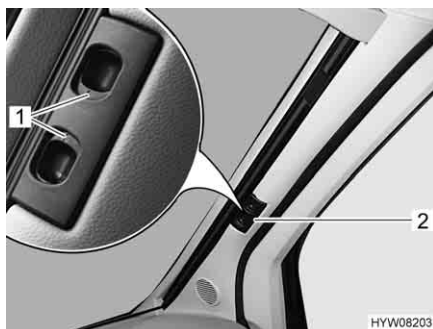

Fig. 74 Dispositif occultant plissé pour le pare-brise
- Presser les poignées de déverrouillage (Fig. 74,1) et les maintenir pressées.
- Tirer le dispositif occultant plissé pour le pare-brise par la poignée (Fig. 74,2) vers le centre de la fenêtre.
- Pousser les deux moitiés du dispositif occultant plissé pour le pare-brise par la poignée (Fig. 74,2) à fond vers l'extérieur.
- Lâcher les poignées de déverrouillage (Fig. 74,1) et les faire s'enclencher.